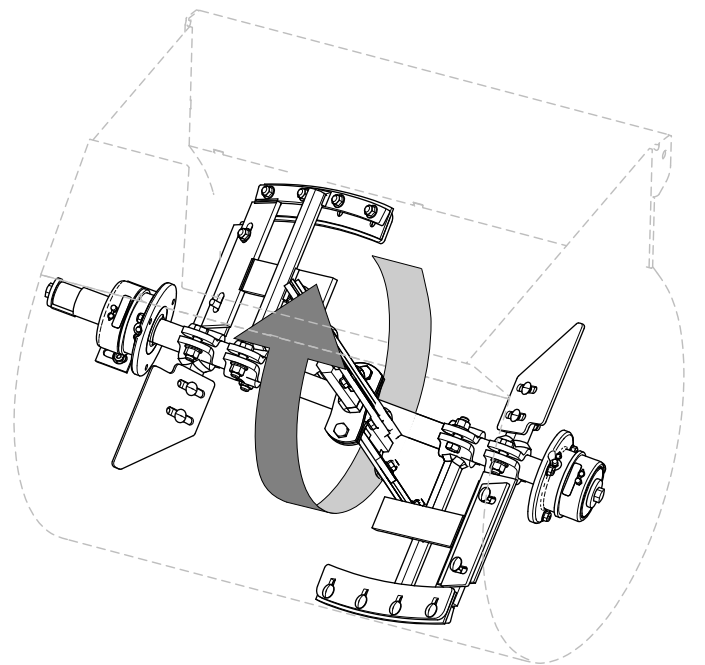

Figura 71
1. Gire una paleta de la fila izquierda de paletas alrededor del tambor y localice en el interior del tambor la mínima distancia entre el tambor y la escobilla de la paleta (Figura 71).